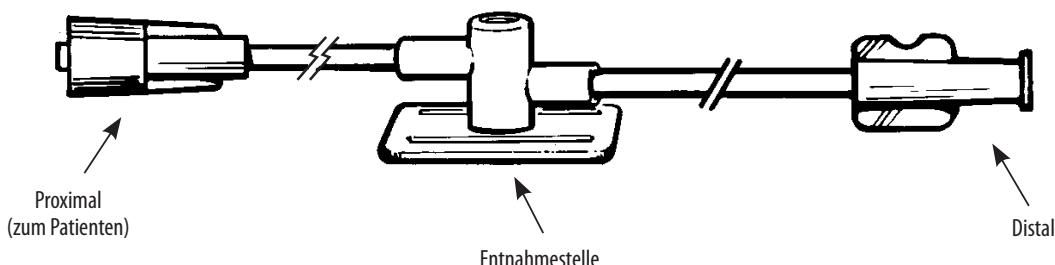

Abbildung 1
- Das proximale Ende des Kits mit dem männlichen Luer-Lock-Anschluss fest an den vorgefüllten Katheter anschließen (Abbildung 1).